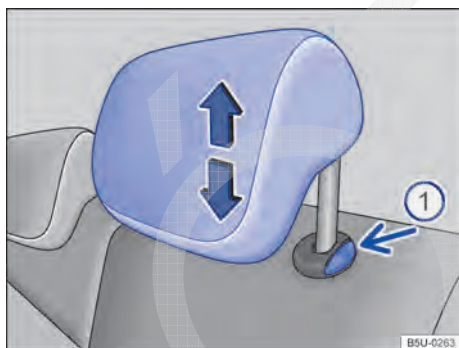

Fig. 46 Ajustar o apoio para cabeça traseiro.
- Empurrar o apoio para cabeça para cima na direção da seta → Fig. 46 (A) ou com o botão → Fig. 46 (B) pressionada, empurrar para baixo → ⚠️.